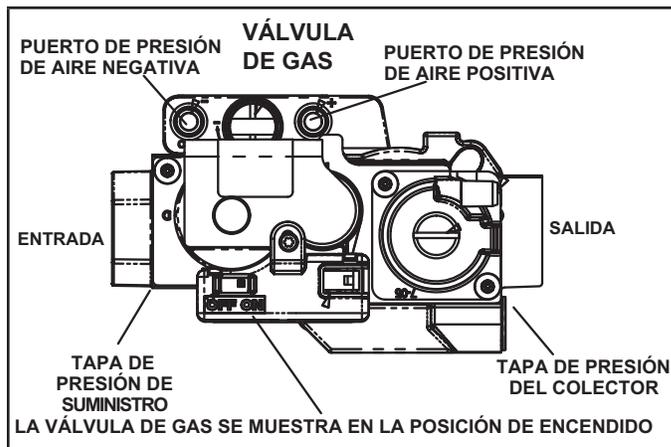

FIGURA 26
#### Funcionamiento de la válvula de gas (Figura 26)
- 6 - Mueva el interruptor en la válvula de gas a la posición APAGADO. No lo fuerce. Ver la Figura 26.
- 8 - Mueva el interruptor en la válvula de gas a la posición ENCENDIDO. No lo fuerce. Ver la Figura 26.
- 4 - Mueva el interruptor en la válvula de gas a APAGADO. No lo fuerce. Ver la Figura 26.
Un orificio en el lado de entrada de la válvula de gas (Figura 26) permite acceso a la derivación de presión de suministro. Afloje los tornillos y conecte un manómetro para medir la presión de suministro. La presión mínima de la línea de suministro es de 4.5" - 10.5" de columna de agua para gas natural y de 11.0 - 13.0" de columna de agua para PL/Propano. Apriete después de haber obtenido las mediciones.
- 1 - Retire el tapón roscado del lado de salida de la válvula de gas (Figura 26) e instale un accesorio de asas proporcionado en el sitio. Conecte la conexión "+" del dispositivo de medición al accesorio de asas para medir la presión del múltiple.